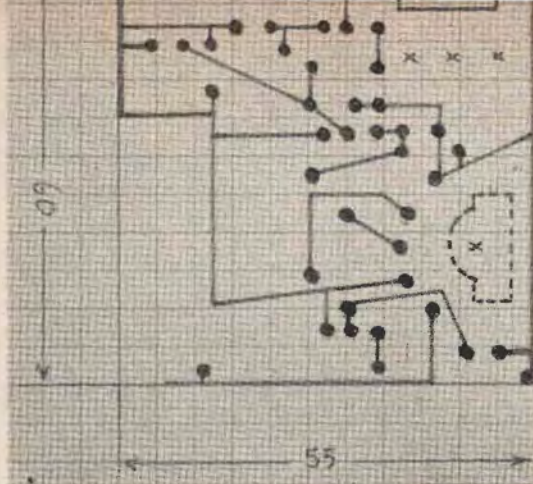

Fig. 4 - Circuito stampato in grandezza naturale
In fig. 4 è riporato il circuito stampato in grandezza naturale, e questo servirà ad agevolare la riproduzione del disegno sulla apposita lastrina.
- 2) porre la lastrina sotto il disegno di fig. 4 e incidere con un punteruolo i punti in grassetto.